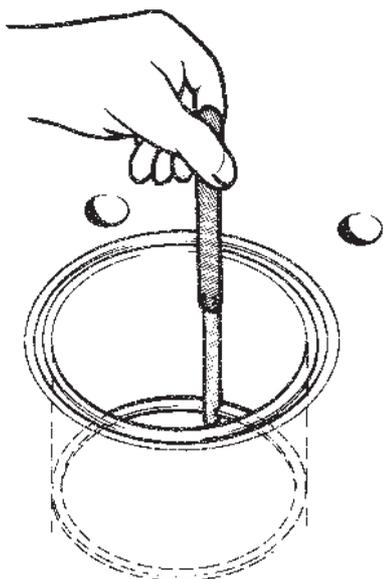

Fig. 63. Vérification de la coupe d'un segment
Les segments de piston doivent être ajustés en prenant en considération à la fois la coupe (figure 63) et le jeu des segments dans les gorges correspondantes (figure 64). Pour la mesure de la coupe, faire descendre les segments dans les cylindres en se servant d'un piston. La mesure de la coupe doit se faire au point mort bas. Concernant les indications de cotes, prière de se référer aux « Caractéristiques techniques ».
6. Ajuster les nouveaux segments de piston dans l'alésage du cylindre (figure 63).